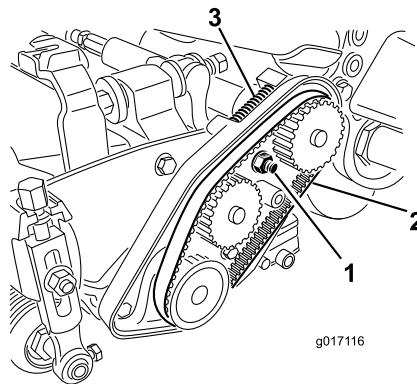

图48
A. 松开轴承座安装螺母 (图48)。
- C. 清除皮带舱内部和压缩弹簧周围的任何杂物 (图48)。